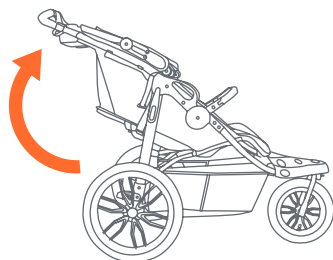

Fig. 21b
- 21) • Destrahe la palanca de liberación (Fig. 1a). Despliegue el armazón del cochecito tirando hacia atrás del manubrio (Fig. 21b). La barra se trabará cuando las patas estén completamente extendidas.